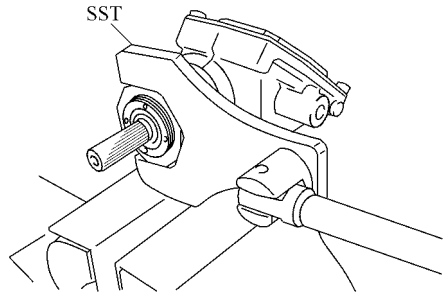

图 16-84 用转向机壳大修工具拆下锁紧螺母
(2) 拆下两个防尘罩。
(3) 拆下小齿轮轴承的调整螺钉锁紧螺母。使用转向机壳大修工具拆下锁紧螺母，如图 16-84 所示。